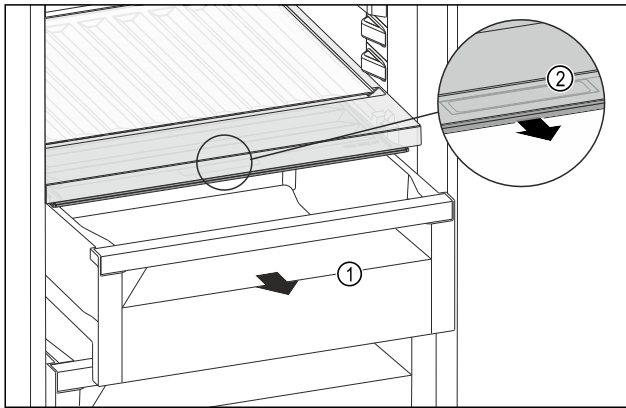

Fig. 160
- ▶ Schubfach Fig. 160 (1) herausziehen.
- ▶ Griffmulde Fig. 160 (2) am Fachdeckel anfassen und Fachdeckel gleichzeitig nach vorne ziehen.